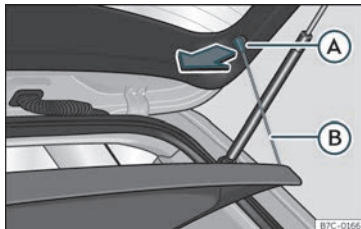

Fig. 110 Na bagageira: desmontar e montar a chapeleira.
- Desengate os tirantes de fixação >>> **Fig. 110** (B) dos alojamentos (A).
- Engate os tirantes de fixação >>> **Fig. 110** (B) na porta da bagageira.